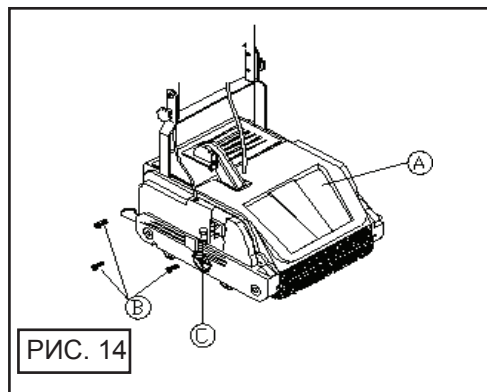

РИС. 14
13.3 ЗАМЕНА ПРЕДОХРАНИТЕЛЯ, РИС. 14